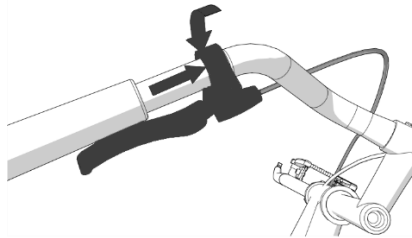

Figure 42 - Poignée de frein du vélo d'accueil décalée et abaissée
- Décalez la poignée de frein avant de votre vélo vers le centre du guidon de quelques centimètres (Cf. figure 42) ;
- Tournez-la vers le bas de manière qu'elle ne soit plus accessible lors de la conduite et resserrez-la dans cette nouvelle position (Cf. figure 42) ;